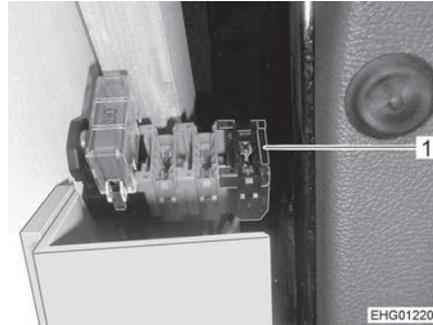

Fig. 117 Portafusibles en vehículos con el volante a la izquierda (Ford)
- Cambiar el fusible del portafusibles (Fig. 117,1).